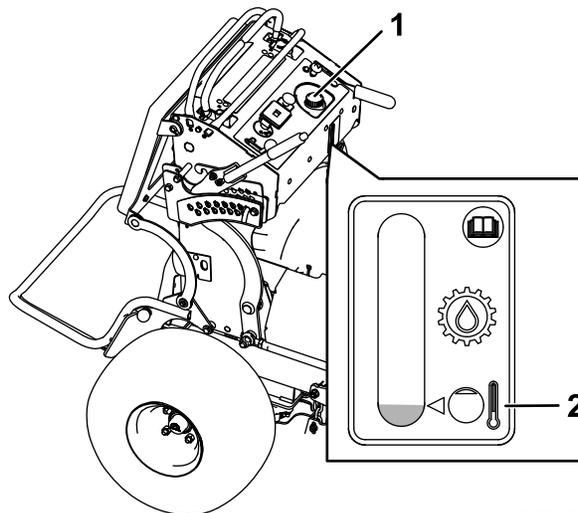

Figure 69
3. Nettoyez la surface autour du bouchon et du goulot de remplissage du réservoir hydraulique (Figure 69).
4. Enlevez le bouchon du goulot de remplissage (Figure 69).